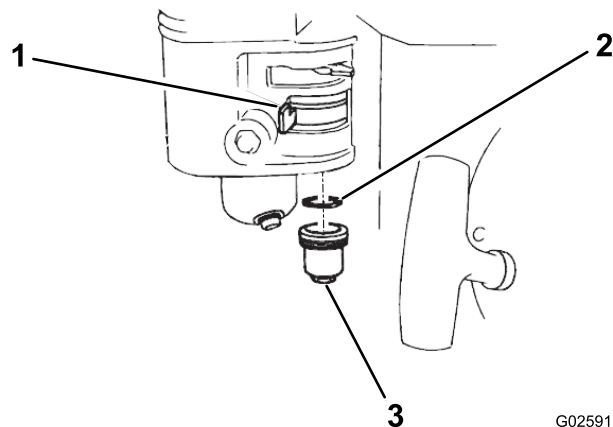

Рисунок 32
1. Передвиньте топливный отсечной клапан в положение «Закрыто», затем снимите отстойник и уплотнительное кольцо (Рисунок 32).